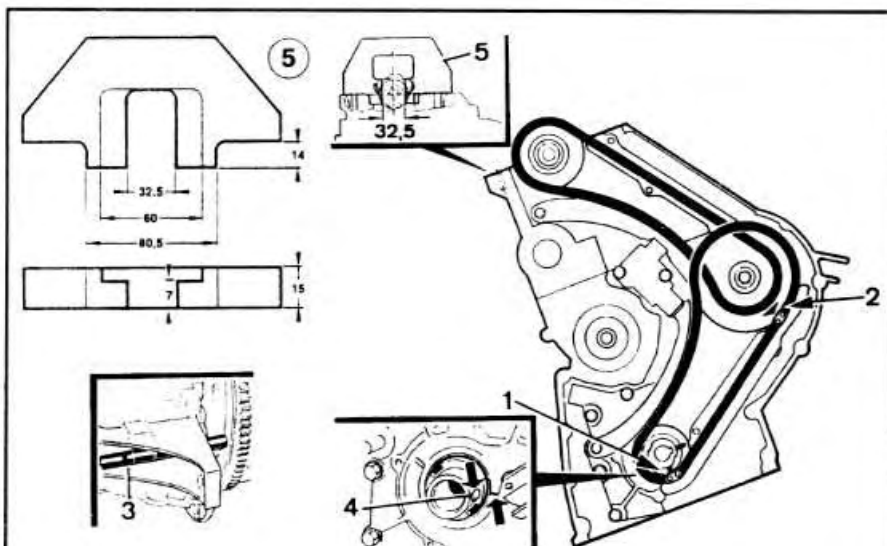

Рис. 3-29. Установка цепи привода механизма газораспределения:
дился напротив метки 4 (рис. 3-29) на корпусе масляного насоса, что соответствует положению 26° до ВМТ такта сжатия 1-го цилиндра, и застопорить его в этом положении с помощью фиксатора 3.
- С помощью фиксатора 5 BMW 11.3.320 (рис. 3-29) заблокировать распределительный вал в положении ВМТ такта сжатия 1-го цилиндра и перекрытия клапанов 4-го или 6-го цилиндра.